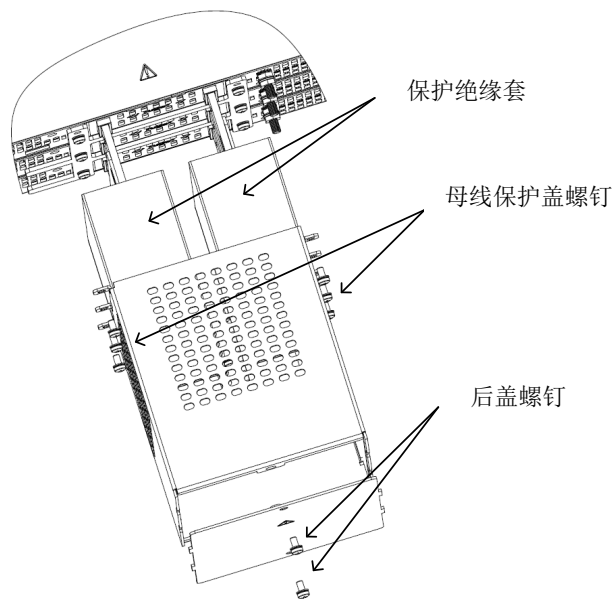

图 4-60：拆卸输出保护盖
3. 拧下母线保护盖螺钉和后盖螺钉，打开输出保护盖，如图 4-60 所示（所示为 15kW，也适用于 10kW。对于 10kW，母线保护盖仅有 4 个螺钉。）
4. 拆卸保护绝缘套，如图 4-60 所示（所示为 15kW，也适用于 10kW）。